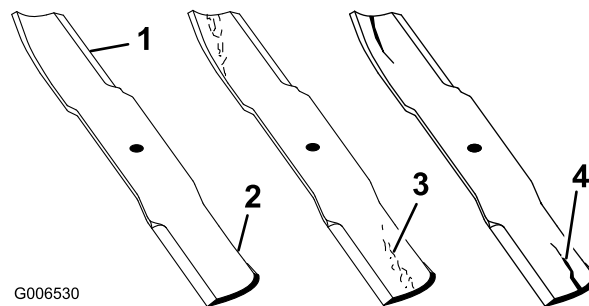

Figura 51
1. Inspeccione los filos de corte (Figura 51). Si los bordes no están afilados o tienen mellas, retire las cuchillas y afílelas; consulte *Cómo afilar las cuchillas*.
2. Inspeccione las cuchillas, especialmente la parte curva (Figura 51). Si observa daños, desgaste o la formación de una ranura en esta zona (elemento 3 en la Figura 51), instale inmediatamente una cuchilla nueva.